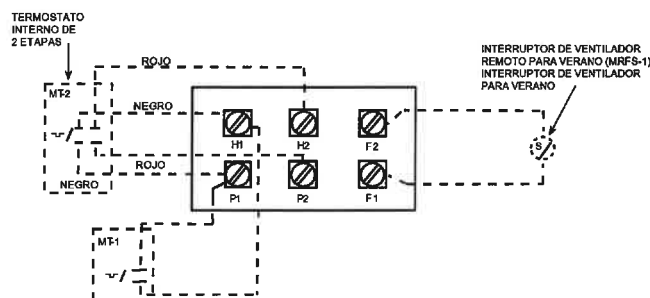

Figura 4. Bornera de control (para calefactores sin contactor)
3. Para ver el diagrama de conexionado de las unidades no provistas de contactor interno (3 y 5 kW), consulte la Figura 4.